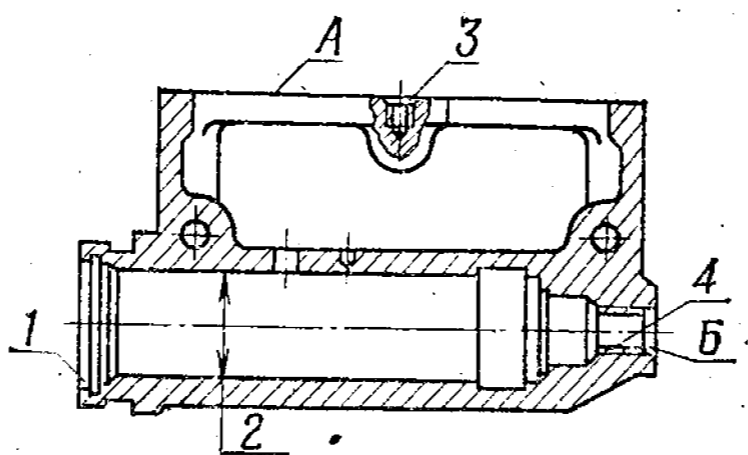

Рис. 156. Картер главного цилиндра тормоза
1. Картер главного цилиндра тормоза (рис. 156)